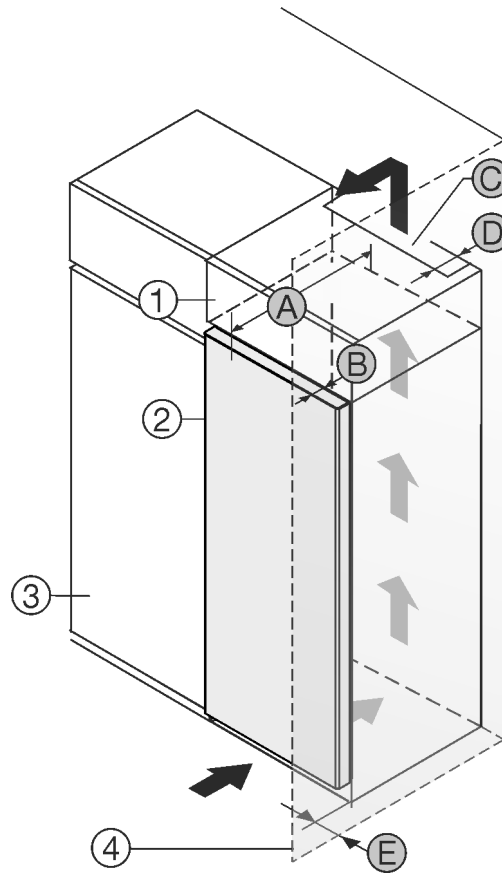

Fig. 1
- (1) Rátétszekrény\*
- (2) Berendezés\*
- (3) Konyhaszekrény\*
- (4) Fal\*
- (A) Készülék mélysége\*
- (B) Ajtó mélysége\*
- (C) Szellőzés keresztmetszete\*
- (D) Készülék hátsó oldalának távolsága\*
- (E) Távolság a készülék oldalától\*
A készülék közvetlenül a konyhaszekrény Fig. 1 (3) mellé állítható.\*
A rátétszekrény hátoldalán egy megadott mélységű Fig. 1 (D) szellőzőaknákat kell kialakítani a rátétszekrény teljes szélességében.\*
A mennyezet alatt be kell tartani a szellőző keresztmetszetet Fig. 1 (C).\*
Ha a készüléket a zsanérjaival a fal Fig. 1 (4) mellé állítja fel, legalább 13 mm távolságot kell tartani a faltól.\*
Ha a készüléket a zsanérjaival a fal Fig. 1 (4) mellé állítja fel, legalább 20 mm távolságot kell tartani a faltól.\*
Ahhoz, hogy az ajtót teljesen ki tudja nyitni, a készüléknek a konyhaszekrény elülső oldalához képest legalább az ajtó mélységének Fig. 1 (B) megfelelően ki kell állnia. A konyhaszekrények Fig. 1 (3) mélységétől és a fali távtartók használatától függően a készülék nagyobb mértékben is túllóghat előre felé.\*